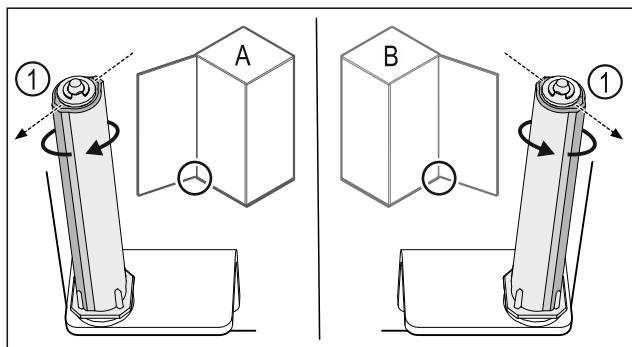

Fig. 42 Venstrestop (A) / højrestop (B)
- Drej lukkesystemet imod modstanden, til lukkesystemets stang Fig. 42 (1) vender udad.